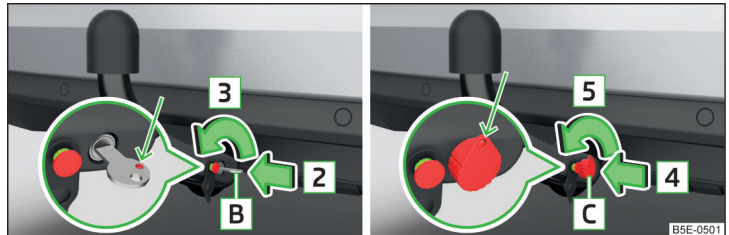

Abb. 305 Schloss entriegeln: Schlüsselvariante 1 / Schlüsselvariante 2
- › Den Schlüssel **B** in Pfeilrichtung **3** drehen, sodass dessen rote Markierung nach oben zeigt » Abb. 305.